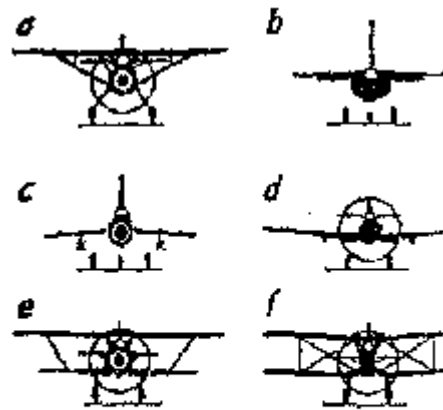

Bild 2.2- Tragflügelanordnung und : a Hochdecker, b Schulterdecker, c Mitteldecker, d Tiefdecker, e Anderthalbdecker, f Doppeldecker
2. nach der Lage der Tragflügel (*Hoch-, Schulter-, Mittel- und Tiefdecker*; gilt z. T. auch für Segelflugzeuge; Bild 2.2);